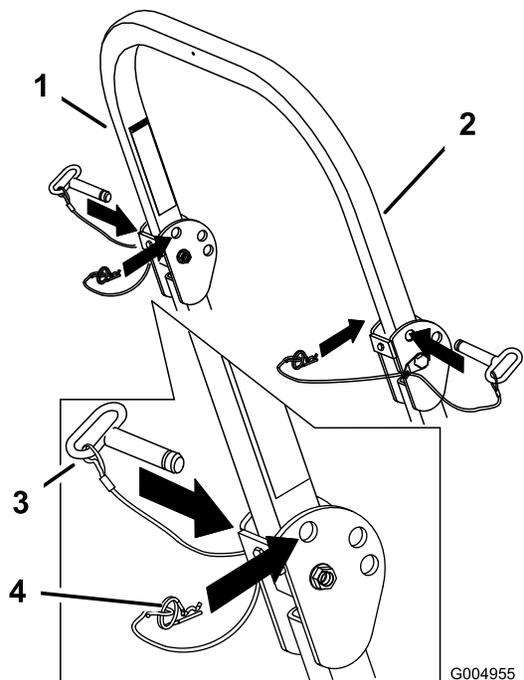

Figura 10
1. Togliete le spine delle coppiglie e le 2 spine (Figura 10).
3. Montate le 2 spine e fissatele con le coppiglie (Figura 10).
4. Per alzare il roll bar rimuovete le coppiglie e le 2 spine (Figura 10).
5. Alzate completamente il roll bar, montate le 2 spine, quindi fissatele con le coppiglie (Figura 10).